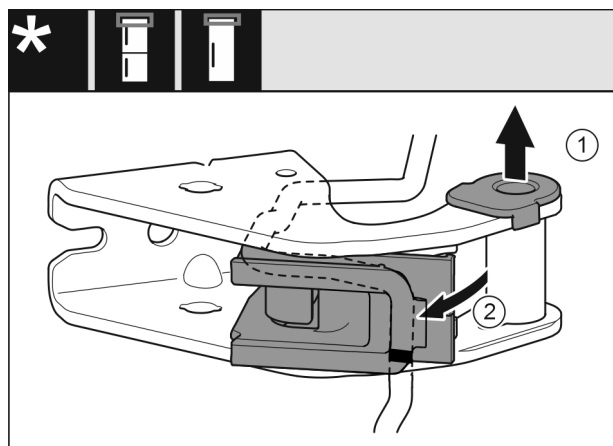

Fig. 17
- ▶ Estrarre la bronza dalla guida. Fig. 17 (1)
- ▶ Ruotare verso l'esterno il supporto del cavo. Fig. 17 (2)